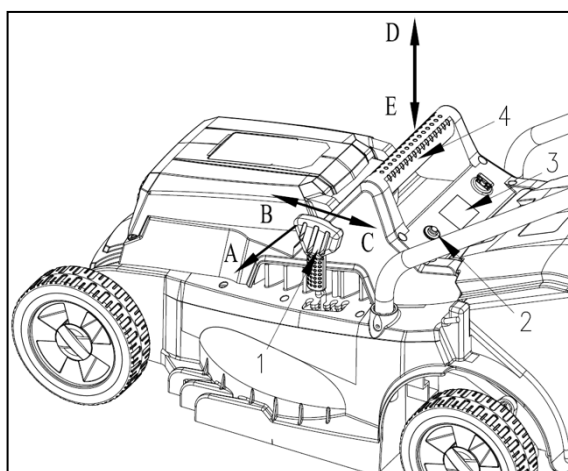

Fig. 4
- Pour élever la hauteur de la lame, saisissez la poignée de réglage (Fig.4 No.1), tirez dans la direction A, puis saisissez la poignée (Fig.4 No.4) avec la main, soulevez la poignée dans la direction D pour la positionner correctement, puis relâchez la poignée de réglage.
- Pour abaisser la hauteur de la lame, saisissez la poignée de réglage (Fig.4), tirez dans la direction A, puis saisissez la poignée (Fig.4) avec la main. Appuyez sur la poignée dans la position D, puis relâchez la poignée de réglage.
Pour redémarrer la tondeuse, veuillez retirer tous les obstacles et attendez environ 3 minutes, puis appuyez sur le bouton rouge du disjoncteur (Fig.4 No.2). La machine peut être un début normal.